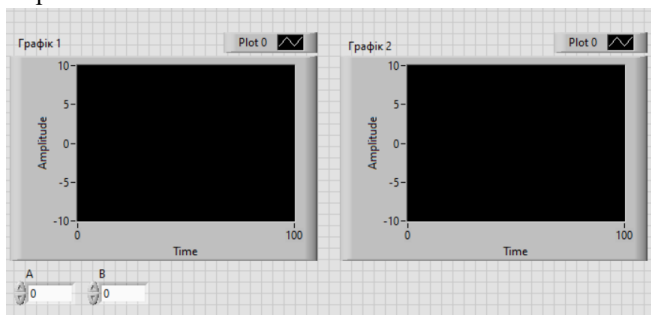

Рис. 7.
3. На даний момент передня панель повинна виглядати так, як показано на рис. 7.